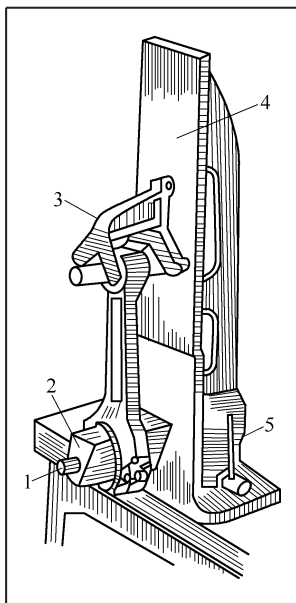

图 3-36 连杆变形检验
(1) 连杆的损伤形式 连杆的损伤有杆身的弯曲、扭曲变形；小头孔和大头侧面的磨损。其中变形最为常见。
(2) 连杆变形的检验 连杆变形的检验在连杆检验仪上进行，如图 3-36 所示。检验仪上的菱形支撑轴能保证连杆大端轴承孔轴向与检验平板垂直。测量工具是一个带 V 形槽的